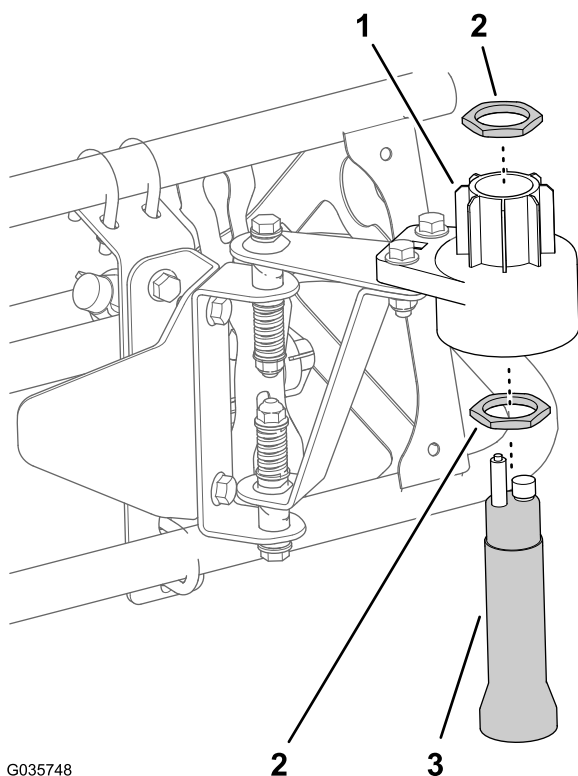

Figure 21
- Placez un grand écrou sur le capteur (Figure 21).
- Insérez le capteur dans le logement inférieur (Figure 21).
- Placez l'autre grand écrou sur le capteur (Figure 21).